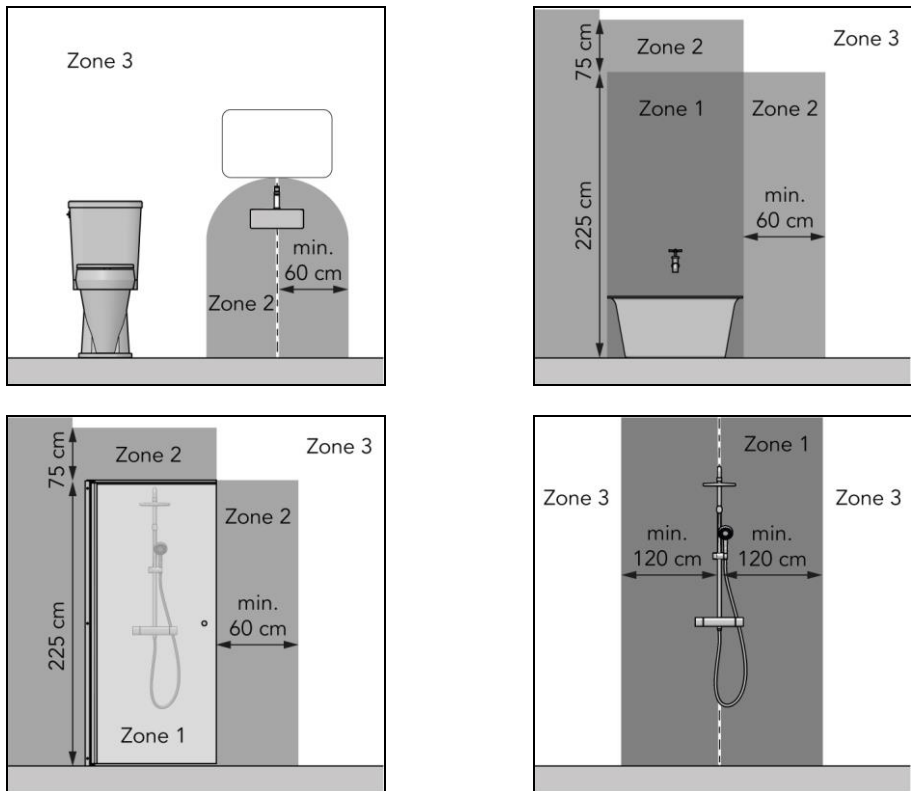

Abbildung 1
- in Zone 3 eines Toilettenraums oder Badezimmers mit Badewanne, Dusche mit Abschirmung und Dusche ohne Abschirmung (Abbildung 1);
Die Alutherm Sani Verre ist eine einfach zu bedienende elektrische Badezimmerheizung für den ausschließlichen Einsatz in Zone 3 des Badezimmers (Abbildung 1). Das Gerät kann auf einen Tag- und einen Wochen-Timer programmiert werden. Der Alutherm Sani Wi-Fi kann mit der Eurom Smart App genutzt werden. Dieses Gerät dient ausschließlich der Beheizung von Wohnräumen und darf nicht für andere Zwecke verwendet werden. Das Gerät ist ausschließlich zur Wandmontage geeignet.